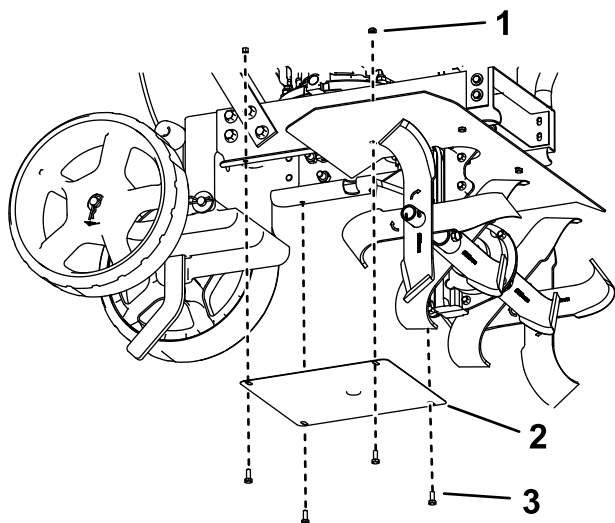

**Figure 26**
**Remarque:** Si la tension est incorrecte et qu'il n'est plus possible de régler les écrous de blocage, placez l'extrémité en Z du câble dans le trou suivant du levier de commande, comme montré à la Figure 26. Si la tension n'est toujours pas correcte, remplacez la courroie.